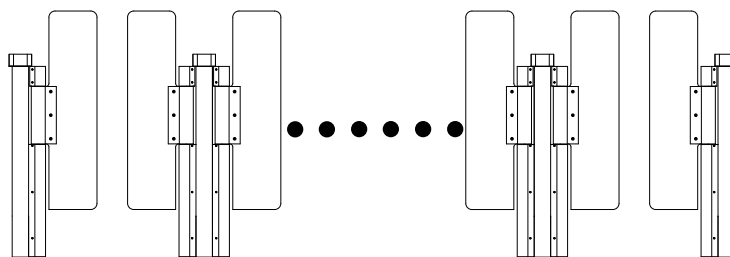

图 2.1-4 多通道摆闸
- 多通道摆闸：由两个单机芯摆闸和多个双机芯摆闸组成，如图 2.1-4 所示。